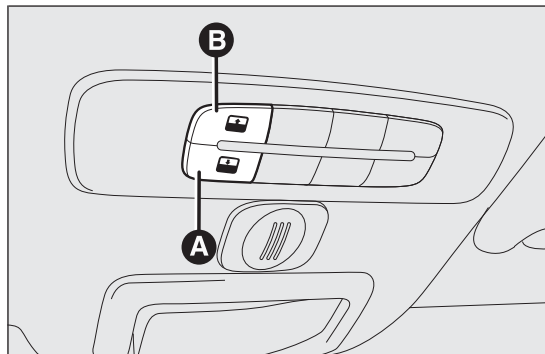

РИС. 63
Работа открывающегося люка возможна только при нахождении ключа зажигания в положении MAR. Кнопки управления А и В РИС. 63 находятся рядом с плафоном переднего освещения и отвечают соответственно за закрытие/открытие люка.
Нажать и удерживать кнопку В РИС. 63: люк перейдет в положение "спойлер". Для полного открытия люка повторно нажать и удерживать
Нажать кнопку А РИС. 63 и удерживать ее: люк перейдет в положение "спойлер". В любом случае люк остановится в достигнутой позиции в момент отпускания кнопки. Повторно нажать и удерживать кнопку А вплоть до полного закрытия люка.
- нажать кнопку А РИС. 63 и удерживать ее до тех пор, пока люк рывками не закроется полностью